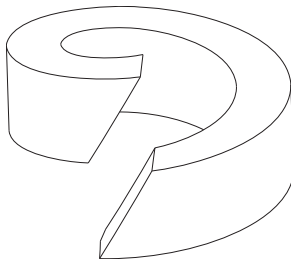

Bild 13: Packungsring
- Beim Zuschneiden der Stopfbuchsabdichtung von der Schnur auf einen schrägen Schnittverlauf achten (siehe Bild 13).